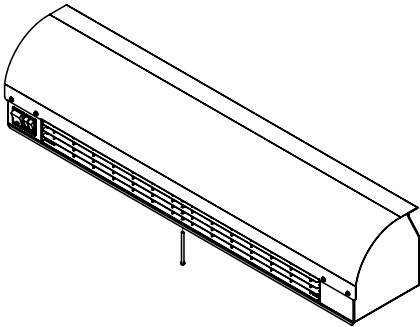

Рисунок 3
- Выкрутить крепежные винты М4х60, которые крепят крышку к корпусу (см. рисунок 3).